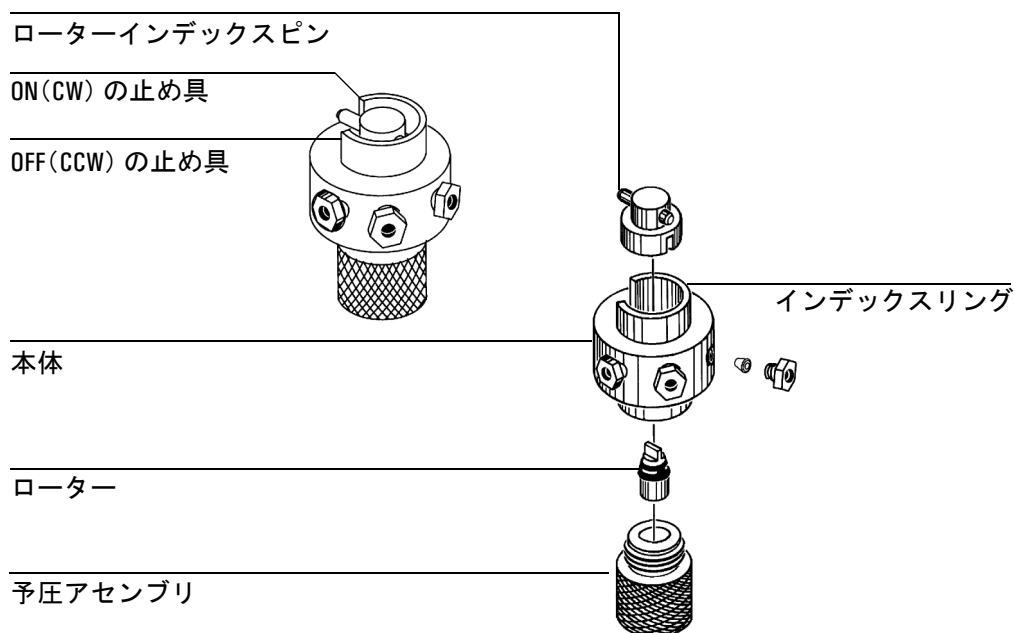
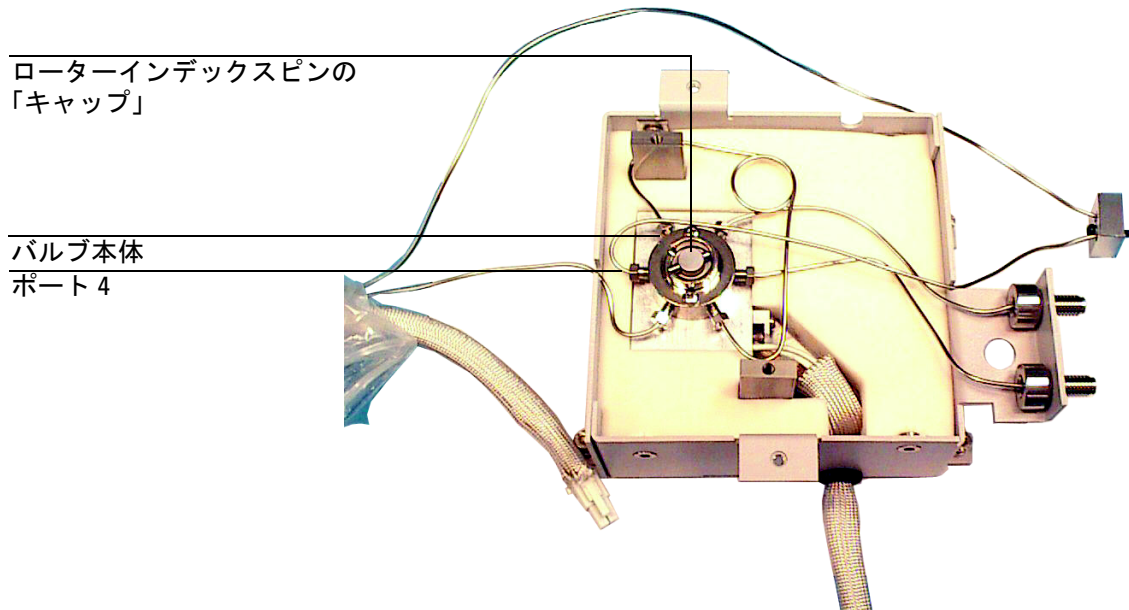

図 16. 典型的な 6 ポートのロータリーバルブ
図 20. バルブボックス内のバルブ本体
ロータリー型のサンプリングバルブ（ガスまたは液体）は、GC によってコントロールされる空気ソレノイドで動作します。汎用バルブの胴の部分にある左（反時計方向、CCW）および右（時計方向、CW）の止め具により、ローターの回転が制限されます。インデックスピンをインデックスリングのどちらかの止め具に近づけたり遠ざけたりすることで、正しい流路が得られます。図 16 を参照してください。ローター表面の溝により、ポート間の経路が形成されます。インデックスピンがあることで、インデックスリングのどちらかの止め具を超えて回転できないようになっています。バルブの各ポートは、インデックスピンがどちらかの止め具の近くにあるか時にだけ溝で接続されます。中間の位置ではフローがバルブを流れなくなり、そのままにすると損傷を与える可能性があります。
6850 ロータリーバルブで使用できるローターには 2 種類あります（図 16 を参照してください）。ローターの種類は色で判別できます。
5. バルブをバルブボックスから持ち上げ、予圧アセンブリをバルブ本体から外します。図 16 および図 20 を参照してください。